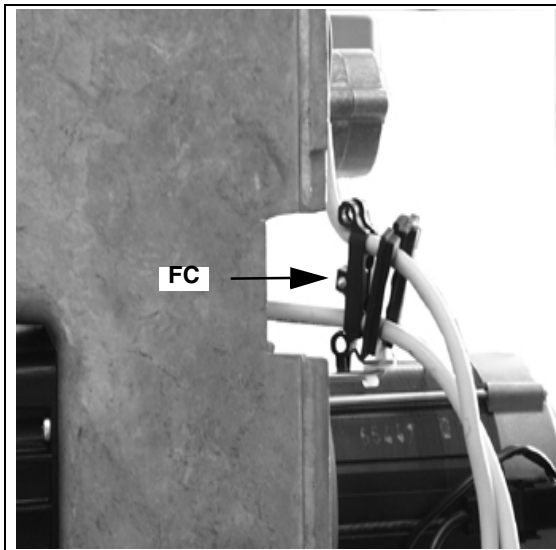

Fig. 27
- 3 Quite la junta y el grupo sujetador de cable FC de su alojamiento (Fig. 27).